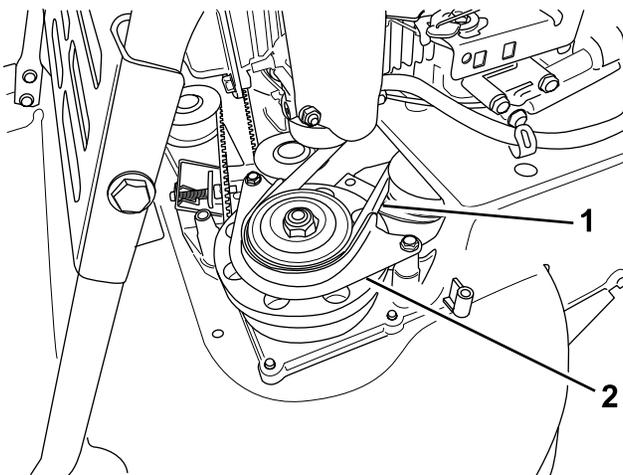

Рисунок 44
7. Снимите ограждение ремня тормозной муфты ножа (Рисунок 44).